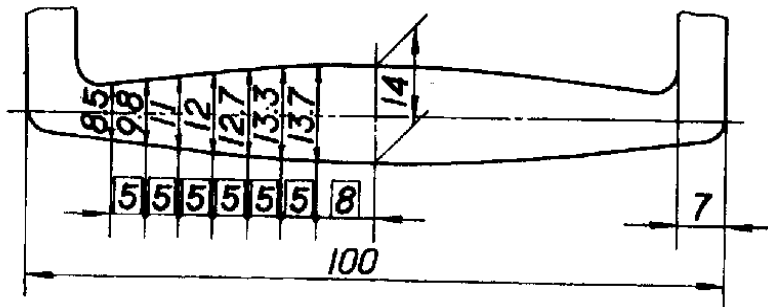

图 18
2.3.2 当表示曲线轮廓上各点的坐标时，可将尺寸线或其延长线作为尺寸界线（图18、19）。